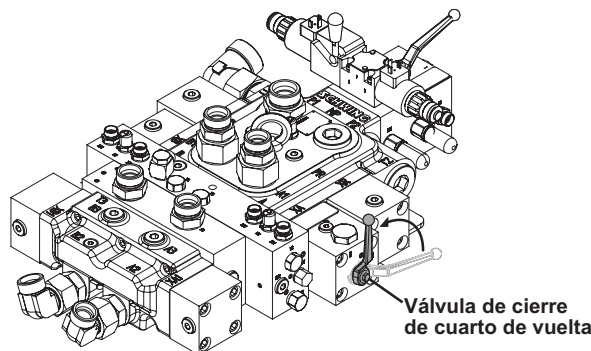

Figura 18
1. Cierre la válvula de cierre de un cuarto de vuelta de la bomba de concreto ubicada en el bloque de control de la bomba de concreto (Figura 18).